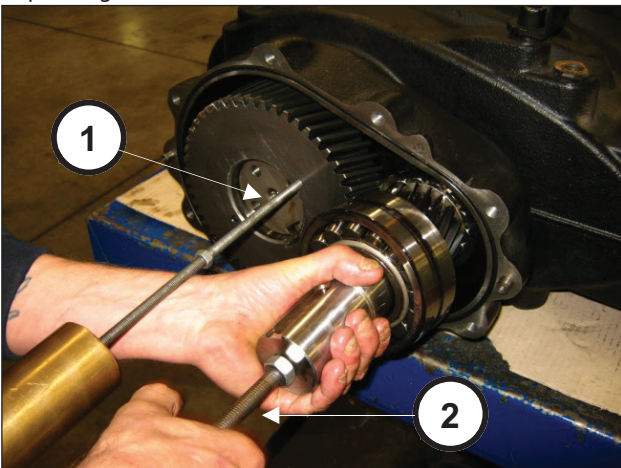

Fig. 12
couronne (rep. ①, Fig. 12) et au trou taraudé M14 du pignon
(rep. ②, Fig. 12).